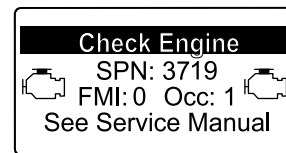

Figura 39
- Si es necesario realizar una regeneración de recuperación, el InfoCenter muestra la advertencia del motor SPN 3719, FMI 16 (Figura 39) y el ordenador del motor reduce la potencia del motor al 85 %.